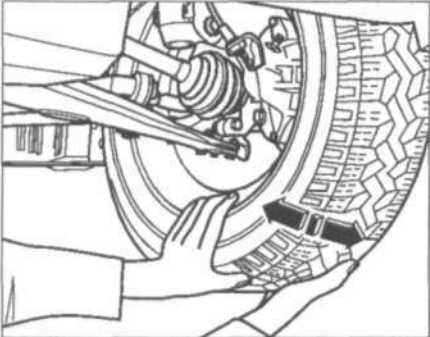

Рис. 9.6. Покачайте нижнюю часть колеса внутрь и наружу.
10. Покачайте нижнюю часть колеса внутрь и наружу (рис. 9.6).